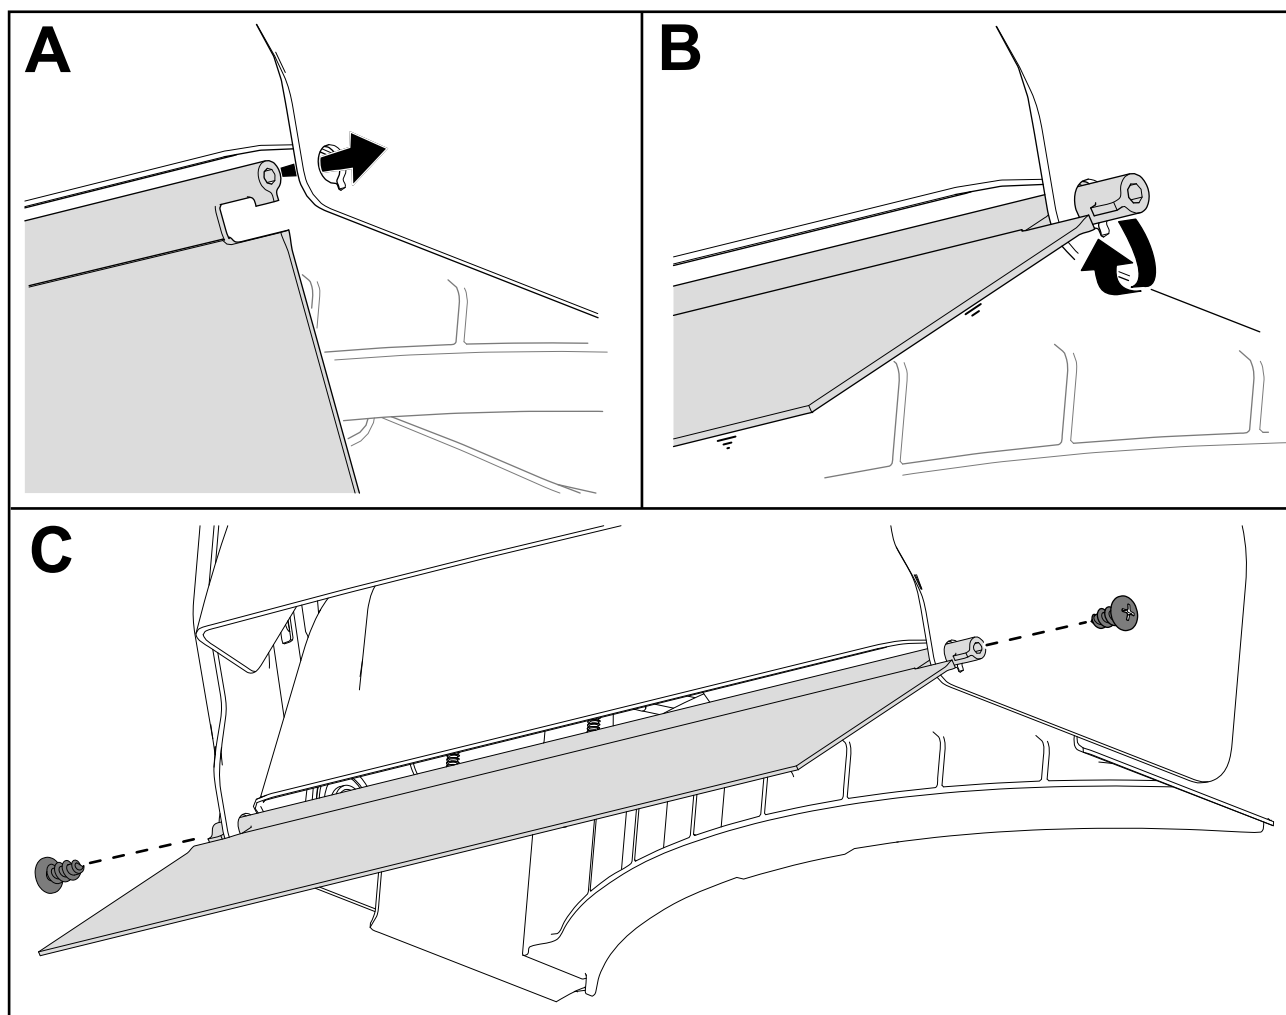

Figura 3
1. Instale o resguardo do atrelado através dos furos das placas laterais (Figura 3).
2. Utilize os dois parafusos para prender o resguardo do atrelado à máquina (Figura 3).